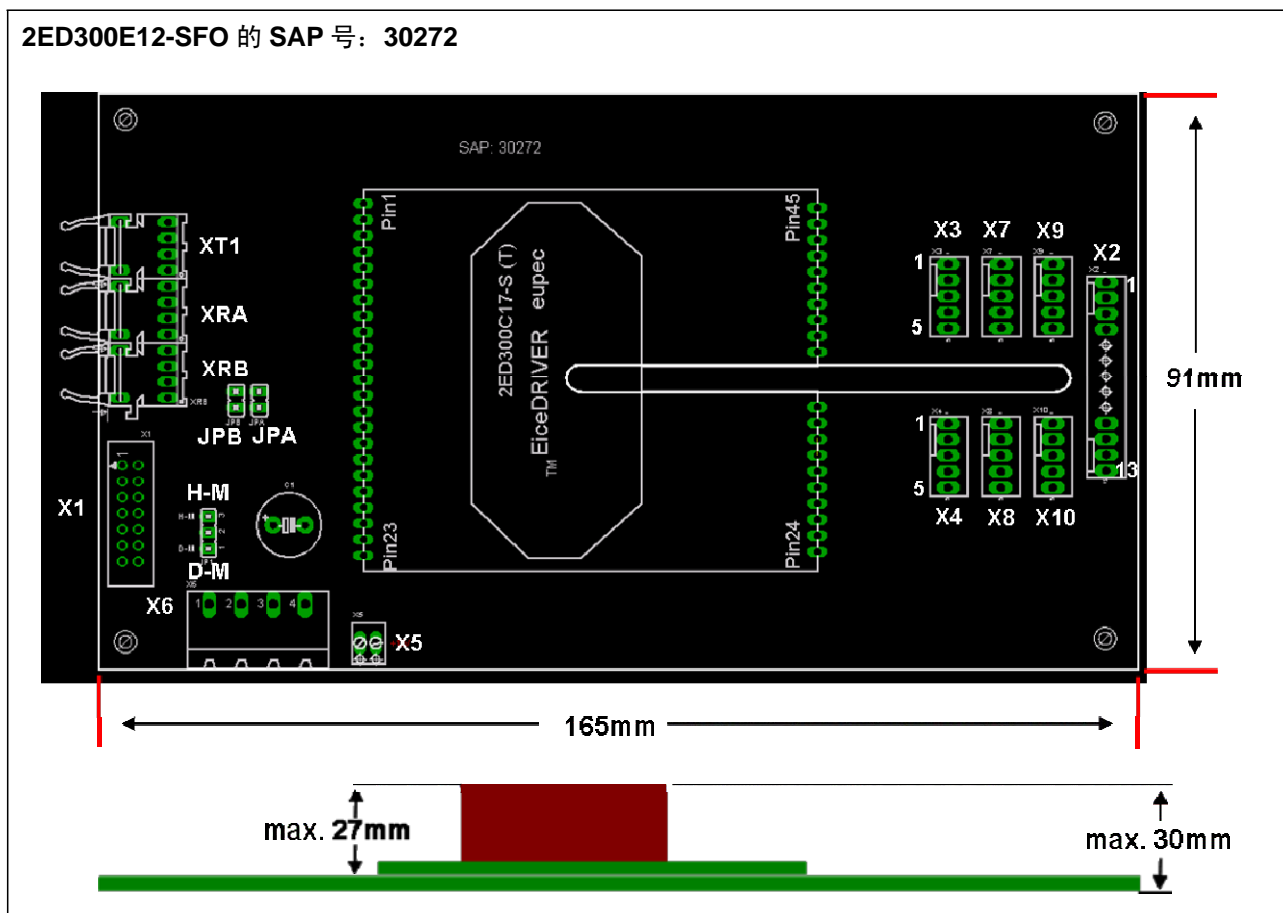

图 3 2ED300E17-SFO 尺寸
装配有驱动器的 2ED300E17-SFO 外形如图 3 所示。
将合适的信号¹施加于连接器 X1 中的适当管脚，便可激活电气接口，如第 2.4 节、表 4 和表 5 所示。该模式下，图 3 中可见的跳线 JPA 和 JPB 必须开路。
使用光学接口驱动 IGBT 时，光纤电缆应连接到接收器 XRA 和 XRB，以便分别驱动通道 A 和通道 B。这种情况下，跳线 JPA 和 JPB 必须闭合（图 3）。除连接到 X1 的电源外，不需要其它电气信号。其它连接应移除。把电源连接到 X5 或 X6，让 X1 完全不连接，可能是最简单的解决方案。
- 直接模式 – 通道 A 和 B 均按照 PWM 信号工作。可以同时开启 A 和 B 两个通道。将 JP1 跳线设置到标有 D-M 的位置（使图 3 中的管脚 1 和 2 短路），可激活这种工作模式。使用跳线 JP1 时，无需将 X1.12 短接到电源 GND。
- 半桥模式在以半桥配置驱动 IGBT 时特别有用。适当选择电容值 C4 和 C5，便可提供所需的 A 和 B 通道间死区时间。将 JP1 跳线设置到标有 H-M 的位置（使图 3 中的管脚 2 和 3 短路），可激活这种工作模式。使用跳线 JP1 时，无需将 X1.12 短接到 V_{DC}。表 8 显示了死区时间与这些电容值的关系。不连接电容的死区时间为 1,6μs。